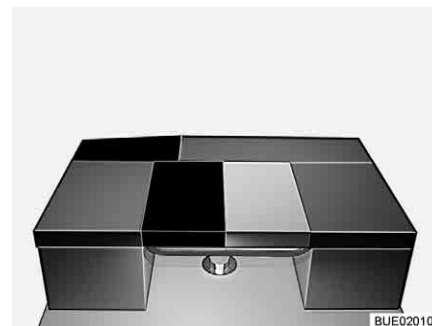

Fig. 153 Après la transformation
- Placer le coussin de dossier de la banquette latérale de la dînette en L en long sur la table (voir Fig. 153).